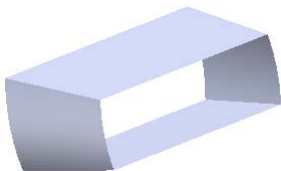
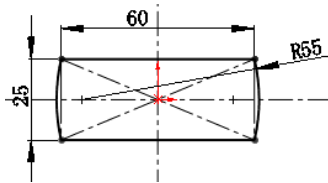

图 5.11.2 曲面-拉伸 1
图 5.11.3 横断面草图
Step2. 创建图 5.11.2 所示的基础特征——曲面-拉伸 1。选择下拉菜单 **插入(I)** → **曲面(S)** → **拉伸曲面(E)...** 命令，系统弹出“拉伸”对话框；选取前视基准面为草图基准面，绘制图 5.11.3 所示的横断面草图，建立相应约束并修改尺寸，然后选择下拉菜单 **插入(I)** → **退出草图** 命令，此时系统弹出“曲面-拉伸”对话框；采用系统默认的拉伸方向，在“曲面-拉伸”对话框 **方向1** 区域的下拉列表中选择 **给定深度** 选项，输入深度值 35.0，然后在 **拔模** 选项中输入拔模角度值为 5.0；单击对话框中的 **确定** 按钮，完成曲面-拉伸 1 的创建。